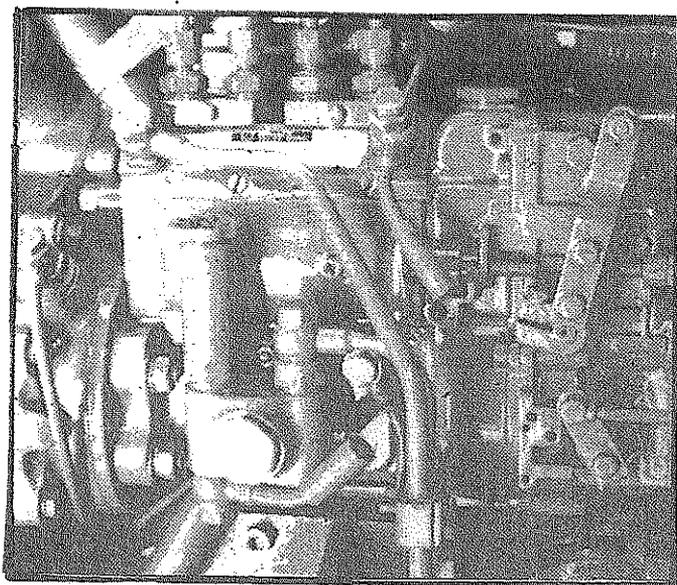

Fig. 15
- a) Aflojar la bomba de alimentación manual (Fig. 15) haciendo girar la tapa grafilada.